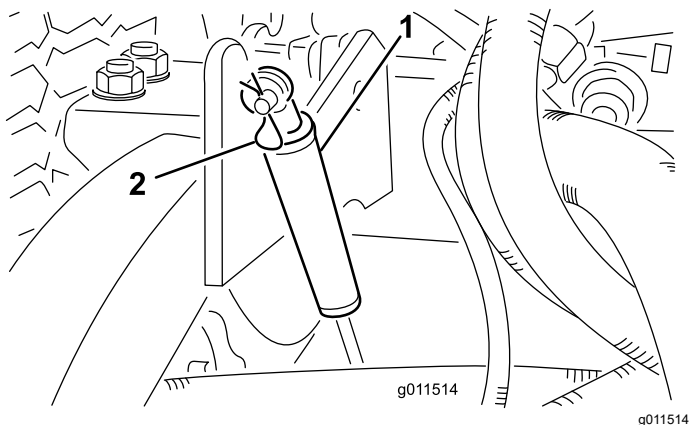

Figure 121
2. Retirez la goupille fendue qui fixe les amortisseurs aux bras de levage (Figure 121).